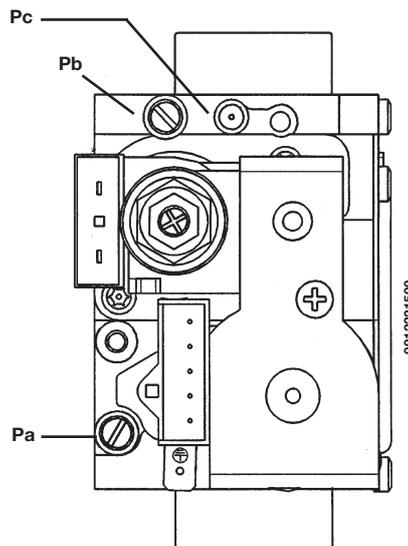

Figura 8
Le modalità di taratura del regolatore di pressione sono leggermente differenti a seconda del tipo di valvola del gas utilizzata (HONEYWELL o SIT vedi figura 8).
- collegare la presa di pressione positiva di un manometro differenziale, possibilmente ad acqua, alla presa di pressione (**Pb**) della valvola del gas (Figura 8).
- verificare che la pressione dinamica di alimentazione della caldaia, misurata alla presa di pressione (**Pa**) della valvola del gas (Figura 8) sia quella corretta (**37 mbar** per il gas **propano** o **20 mbar** per il gas **metano**).